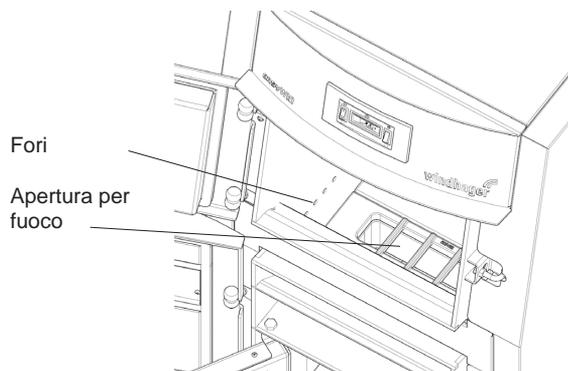

Fig. 11 Le aperture per il fuoco e i fori per l'aria devono essere liberi.
2) Controllare **le aperture laterali** nella tramoggia e **l'apertura per il fuoco**, che **siano liberi** – Fig.11